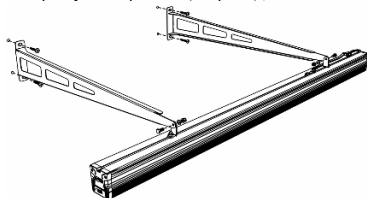

Рисунок 2 Установка креплений
3.3 Установите крепления на ровную поверхность (см. рис.2).,